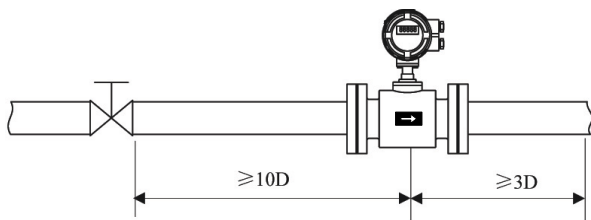

图 10
- 在安装电磁流量计时应加设旁路通管和清洗口，如图 10 所示，这种装置可在流量计退出使用的情况下，保证设备系统连续工作。